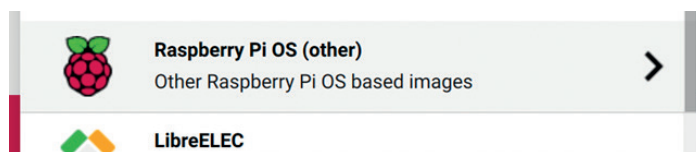

Рис. 3.5. Список доступных ОС
5. Далее вы увидите список операционных систем, доступных для записи на карту. На рис. 3.5 показан список предлагаемых ОС. Выберите **Raspberry Pi OS (other)**.